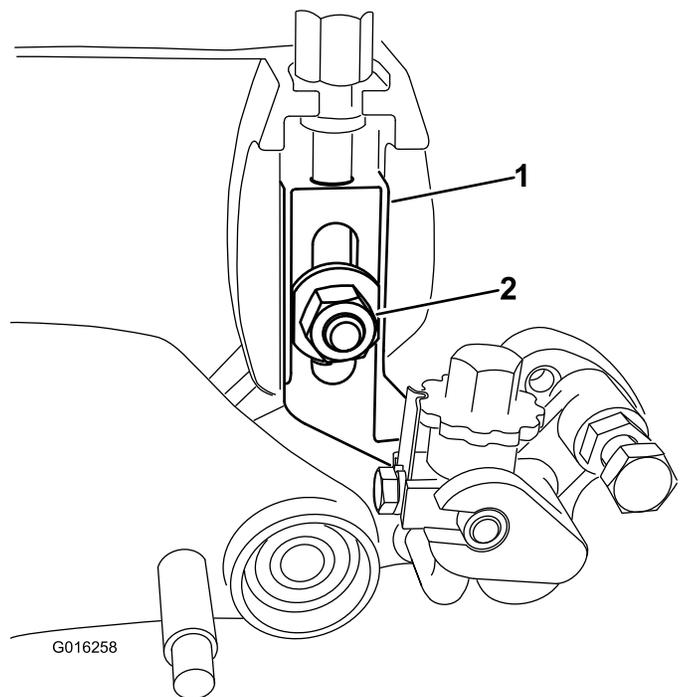

Figura 33
5. Retire el perno avellanado, la tuerca y la arandela que sujetan el brazo de ajuste de la altura de corte a la chapa lateral (**Figura 33**).